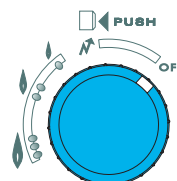

Fig. 13
Placer le bouton gaz (23) dans la position OFF (fig. 13).